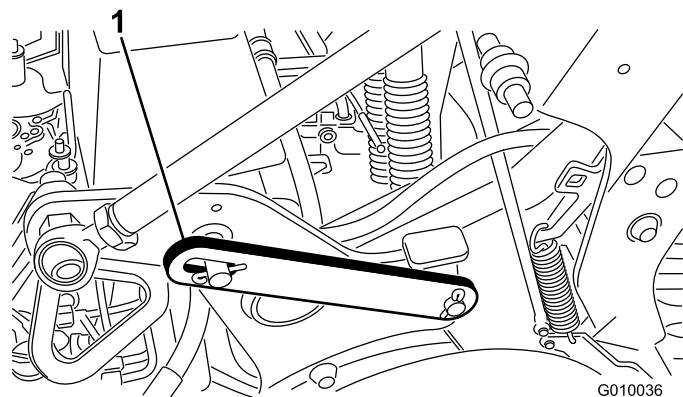

図 20
- ラッチを収納位置に止めているクリップリングを外す（図 20）。